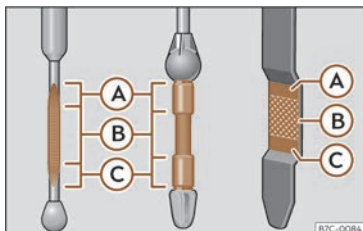

Abb. 228 Ölmessstab
- Den Messstab anschließend wieder herausziehen und den Ölstand ablesen >>> (Abb. 228). Füllen Sie gegebenenfalls Motoröl nach.
- Wenn der Ölstand mindestens den Bereich >>> (Abb. 228) Ⓑ erreicht hat, vorsichtig den Deckel des Einfüllstutzens aufschrauben >>> ⓪. Motoröl-Spezifikation >>> S. 386.